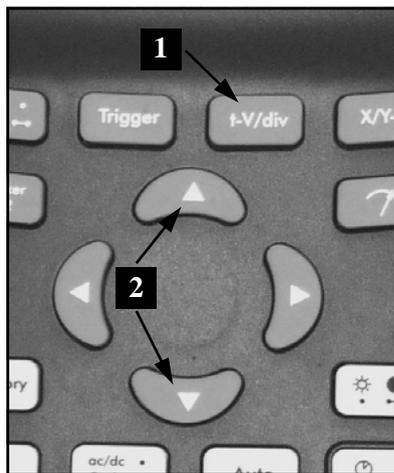
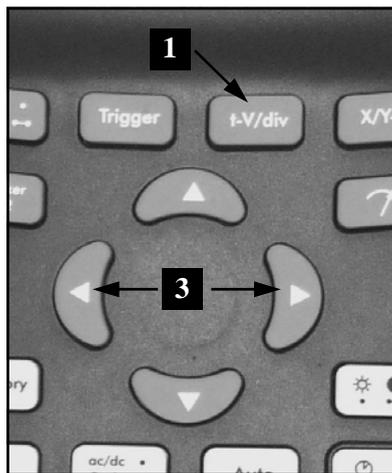

Fig 40
Fig 41
Per prima cosa premere il tasto „t-V/div“ (1), utilizzare i tasti su/giù (2) per modificare la sensibilità d'ingresso (V/div) (Fig 40). Premere il tasto sinistra/destra (3) per modificare la base dei tempi (time/div). (Fig 41)
**1. Cambiare i Volt/div (Fig. 40):**
**2. Cambiare la base dei tempi (fig. 41):**